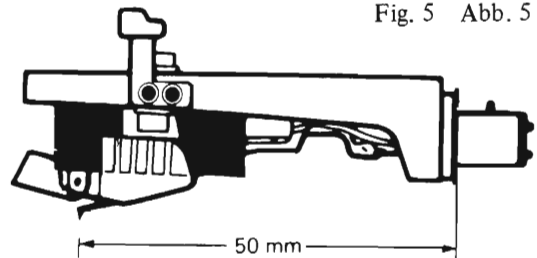

Fig. 6 Abb. 6
3. Adjustment of the stylus tip position (Overhang adjustment) (Fig. 6)
3. Einstellung der Nadelposition (Überhang-Einstellung) (Abb. 6)
3. Réglage de la position pour la pointe de lecture (Réglage du surplomb) (Fig. 6)